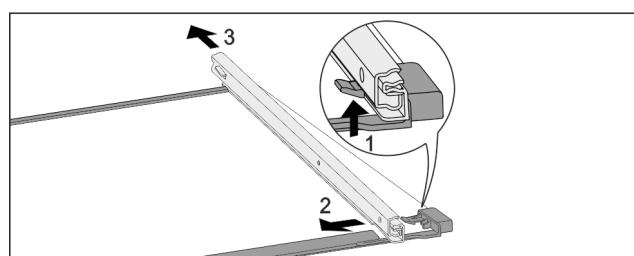

Fig. 164 Sklenená doska s koľajničkami
- Potlačte predný západkový hák nahor. Fig. 164 (1)
- Odsuňte vyťahovaci koľajničku do strany Fig. 164 (2) a dozadu Fig. 164 (3).